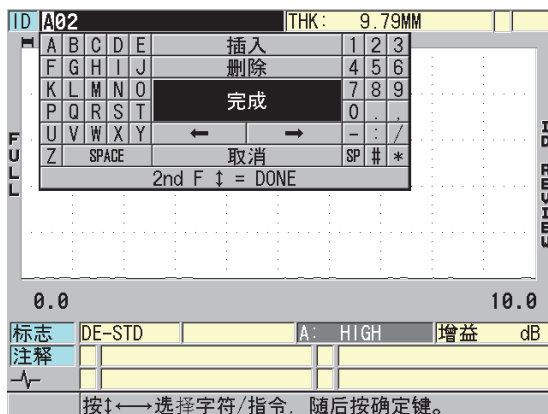

图 11-28 启用 ID 码编辑模式
4. 再次按 [ 标识码 ] 键, 编辑 ID 码的值 (参见第 205 页的图 11-28)。